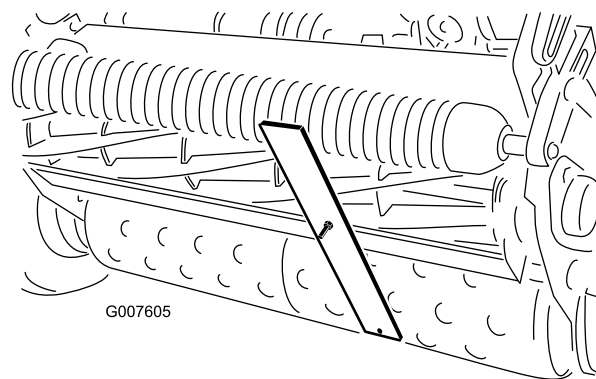

Bild 50
4. Haken Sie den Schraubenkopf an die Schnittkante des Untermessers ein, und stützen Sie das hintere Ende der Leiste auf der Heckrolle ab (Bild 50).